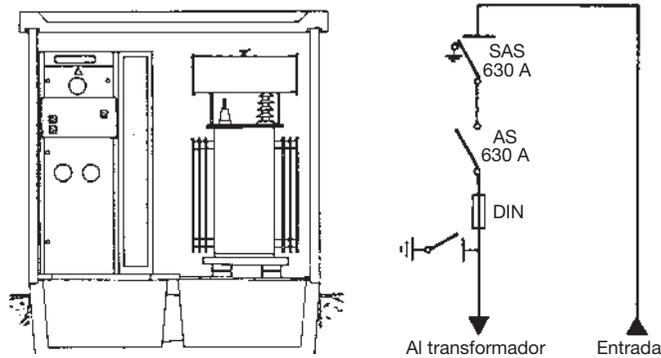

Fig. 1.15. CT alimentado en punta.
- **CT alimentado en punta.** Únicamente dispone de una línea de alimentación y está conectado en derivación de la red principal o, por el contrario, constituye el punto final de dicha red (Fig. 1.15).